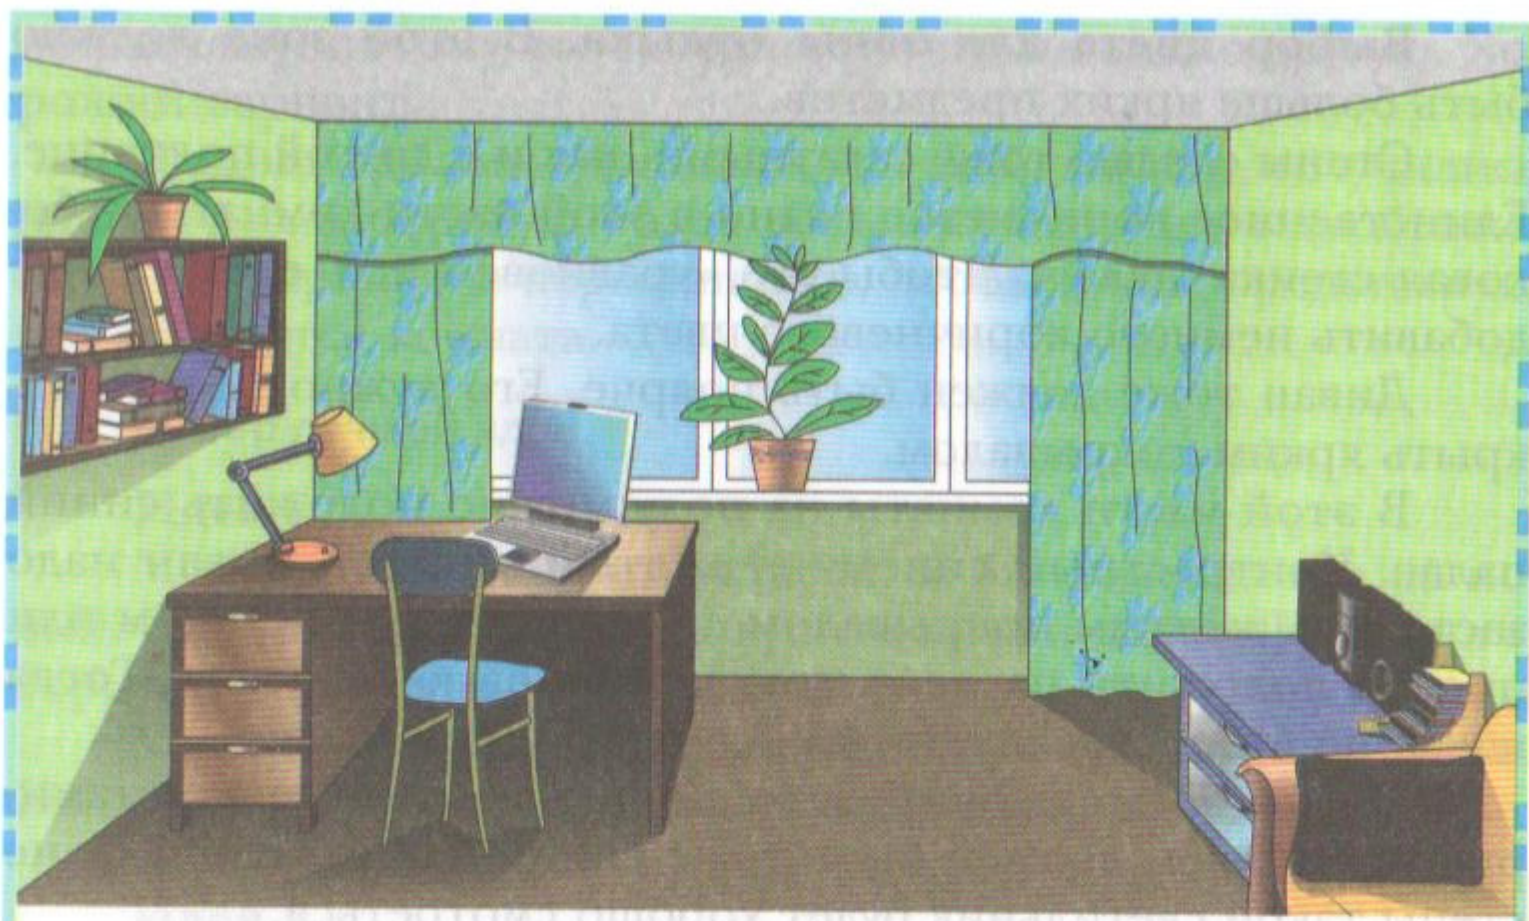

Рис. 119. Рабочая зона комнаты
■ Окончательный вариант комнаты (рис. 119, 120)